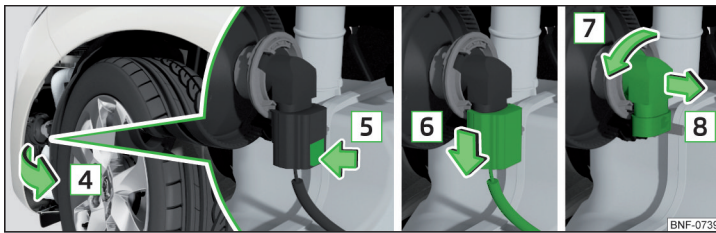

Bild 145 Byta glödlampa
- Fäll upp hjulhuspanelen i pilens riktning **4** » bild 145.